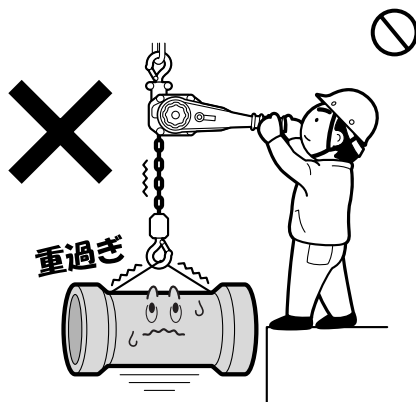
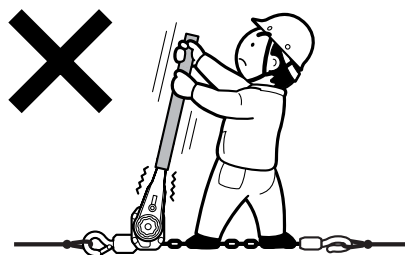

図2
図3
- (1) 据え付けは、専門知識のある人以外は絶対に行わないでください。
- (2) レバーホイストを設置する場所に十分な強度があることを確認してください。
- (3) 定格荷重を超える荷は、絶対につらないでください。図2
- (4) 損傷を受けたり、異音がるレバーホイストを使用しないでください。
- (5) レバーにパイプなどを差し込んでの操作や足で踏みつけるような操作は絶対に行わないでください。図3